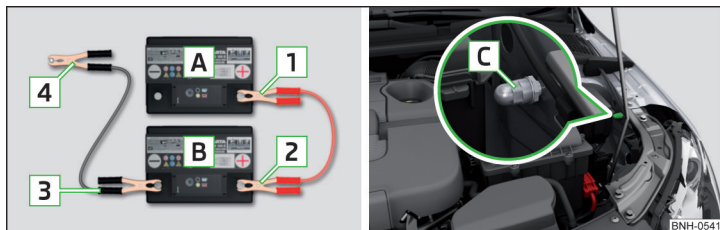

Fig. 164 Pornirea asistată: A - bateria descărcată, B - bateria furnizoare de curent / punctul de masă al motorului
- Prindeți clema **1** la polul plus al bateriei descărcate **A** » fig. 164.
La autovehiculele cu sistem START-STOP conectați cablul pentru pornirea asistată la punctul de masă al motorului **C** » fig. 164.